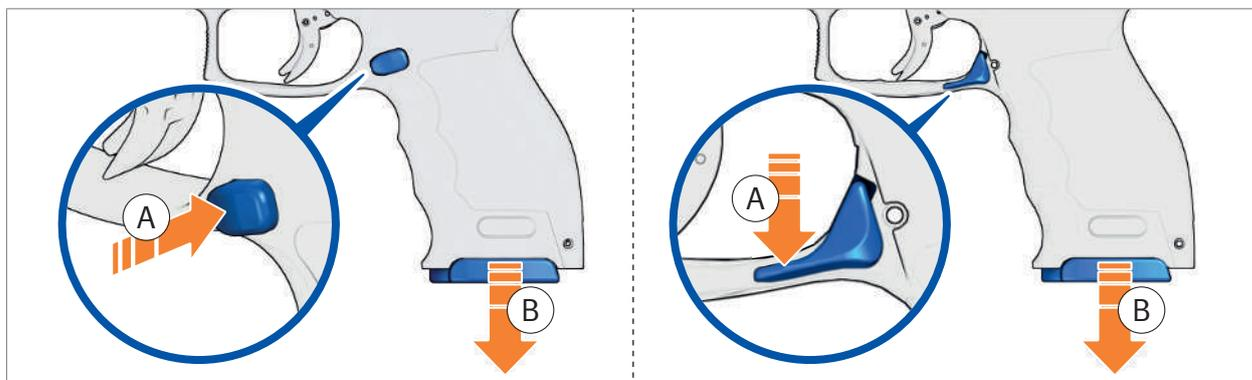

Abb. 57: Magazin entnehmen
2. Magazinhalter drücken (Abb. 57).
3. Magazin entnehmen (Abb. 57).